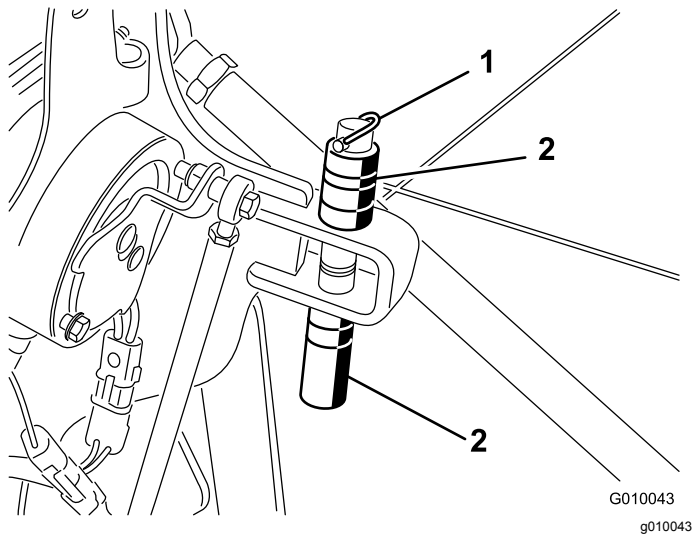

図 22
2. スペーサと深さピンを止めているリンチピンを外す 図 22。